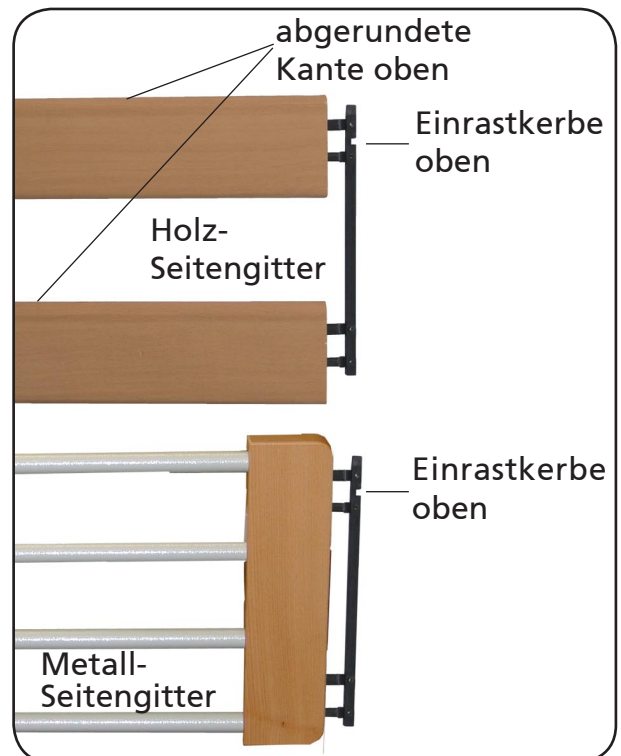

Abbildung 20
9. Zum montieren der Holz-Seitengitter, legen Sie jeweils 2 Seitengitterholme flach und parallel auf den Boden (entfällt bei Metall-Seitengitter). Führen Sie die Seitengittergleiter an beiden Enden der Holme in die Bohrungen ein (Abbildung 20).